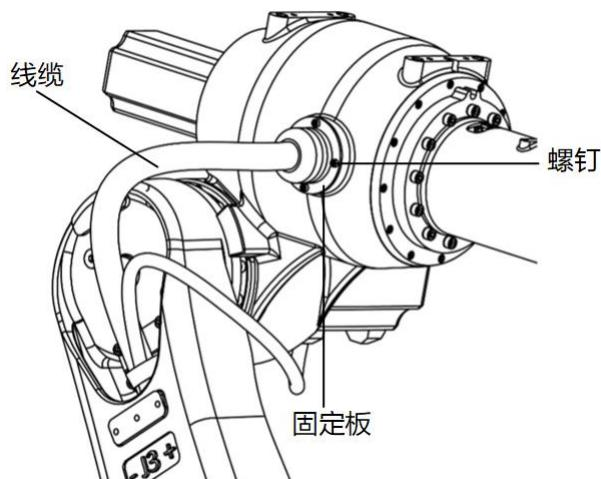

图 12-4 肘部内部线缆
- 步骤1.** 拆卸肘部线缆固定板，如图 12-4 所示。